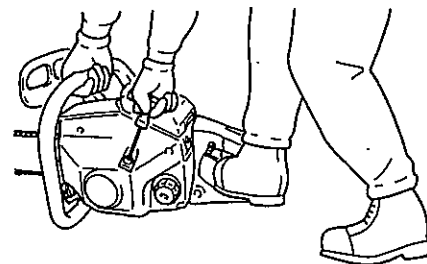

図 18
- (6) 右足で後ハンドルを、左手で前ハンドルを押さえてスタータハンドルを引きます。スタータハンドルは静かに10cmほど引き、次にそのまま力を入れて一気に引っ張ります。(図18)
- (7) 数回引いて爆発音がしたら、チョークレバーを元に戻し、もう一度スタータハンドルを引くとエンジンは始動します。
- (8) スロットルレバーを少し引いて離すと、エンジンはアイドルリングに戻ります。
- (9) 前ハンドガードを前ハンドル側に引いて、チェンブレーキを解除します。